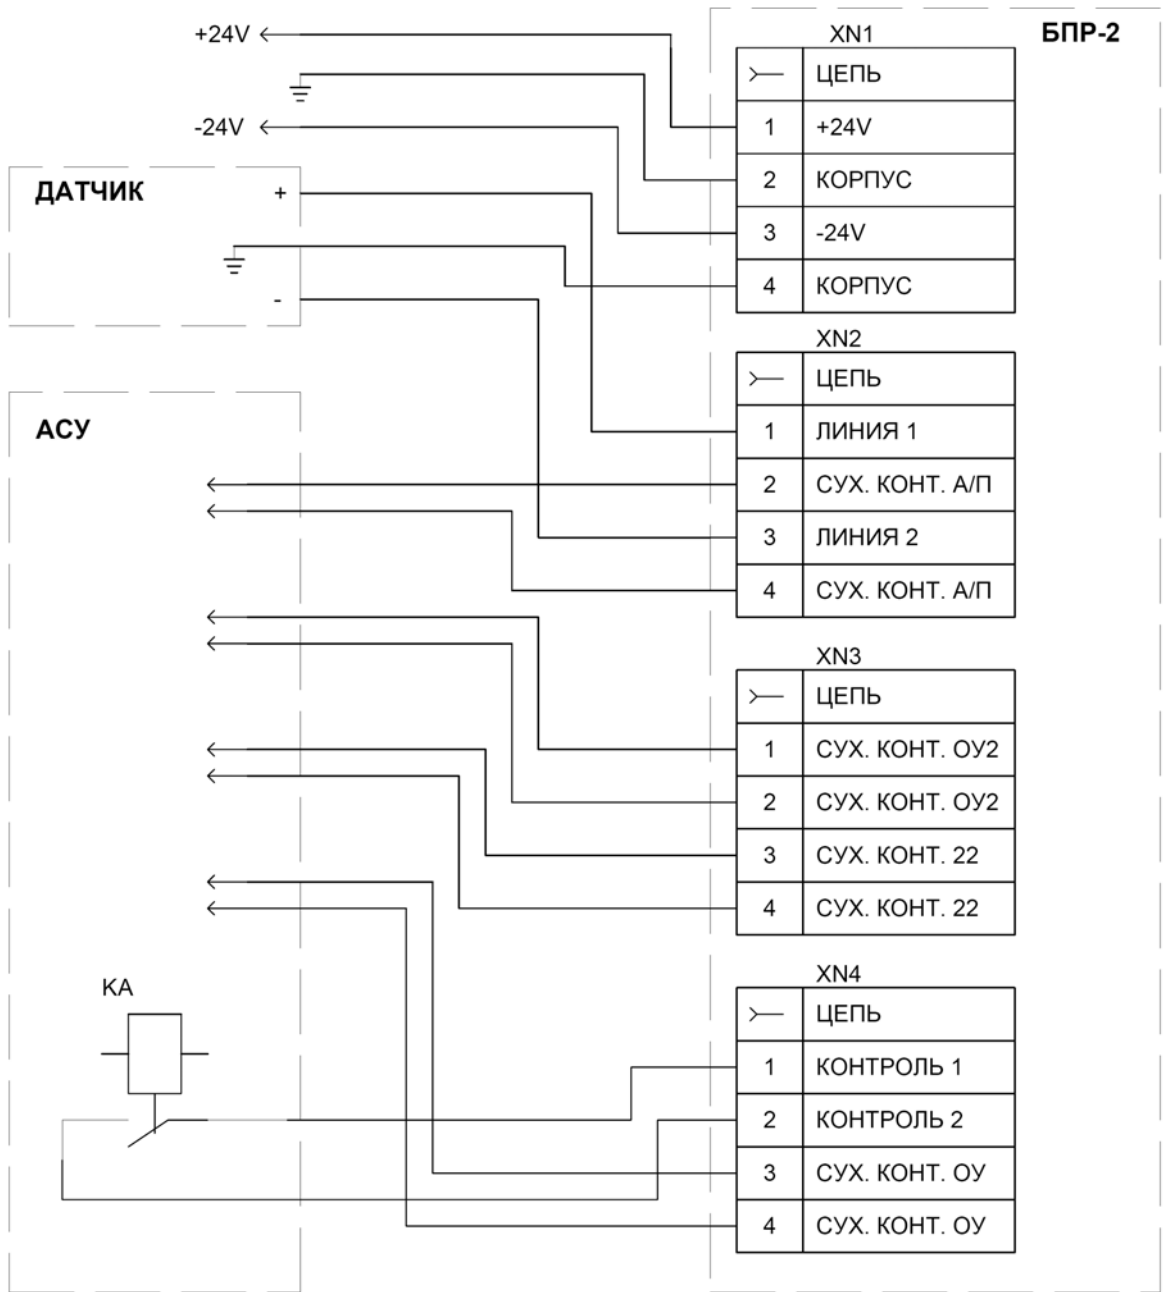

Рис.4. Монтажная схема сигнализатора МДПС-3 в составе с блоком питания и регистрации БПР-2 .
2.1.2 Руководствуясь схемой монтажной рис.4, произвести соединение жил линейного кабеля и жил кабеля телемеханики с соответствующими гнездами клеммных соединителей XN1-XN4 установленного на плате БПР.